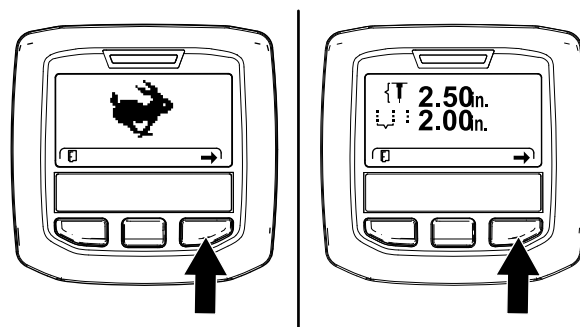

Рисунок 65
**Примечание:** Появится экран режима ТРАНСПОРТИРОВКА или экран режима АЭРАЦИЯ (Рисунок 65).